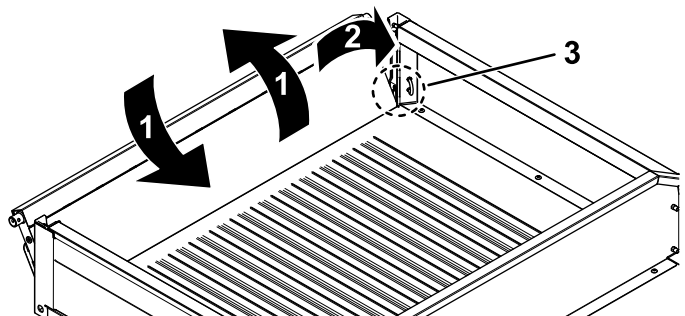

Figure 52
2. Faites pivoter le hayon à environ 45° (Figure 52).
3. Faites pivoter le hayon d'avant en arrière en l'agitant légèrement quelques secondes (Figure 52).